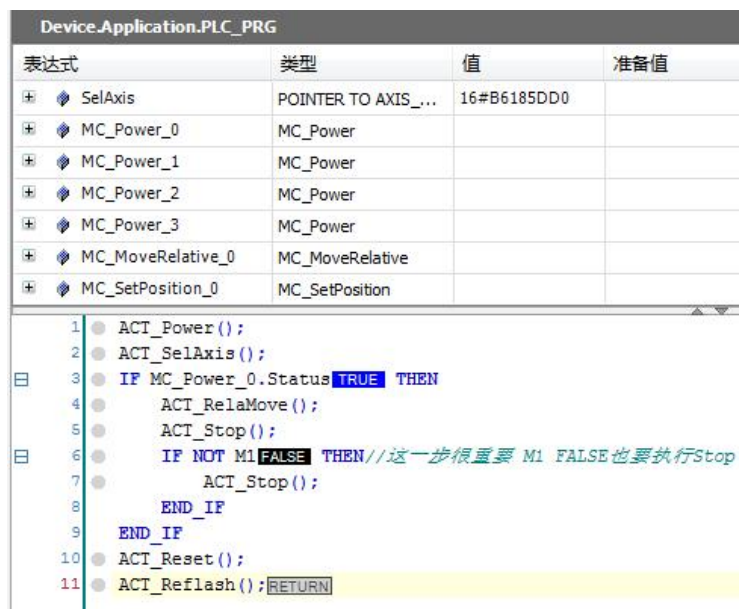

图4.54 运行程序
- 4) 编写控制器端程序，按照之前RS232 Modbus例程的方法在主程序下新建下面几大模块：控制器轴上电模块ACT_Power、实时位置及速度显示模块ACT_Reflash、相对运动模块ACT_RelMove、位置清零模块ACT_Reset、停止模块ACT_Stop、选择轴模块ACT_SelAxis，然后在主程序中分别根据条件调用。如图4.54所示。